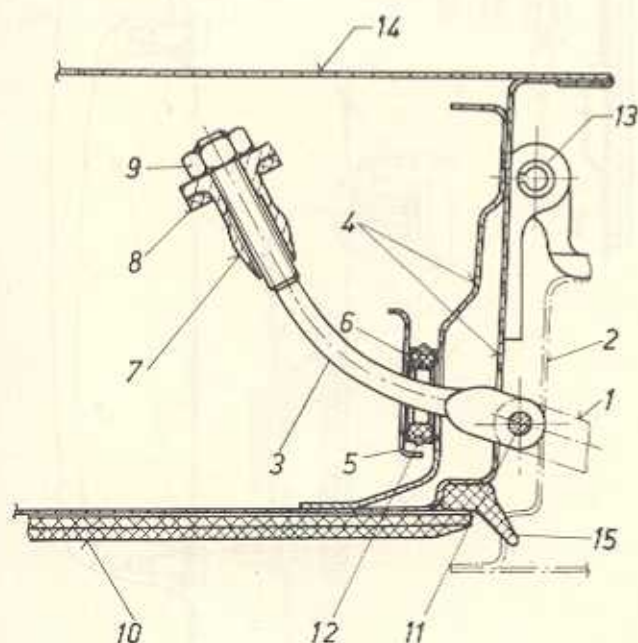

Bild K 28. Türhalter
6.2.2.3. Türhalter (Bild K 28)
Die Türabdichtung besteht aus einem Moosgummi-profil, dessen Form aus Bild K 28 zu ersehen ist.